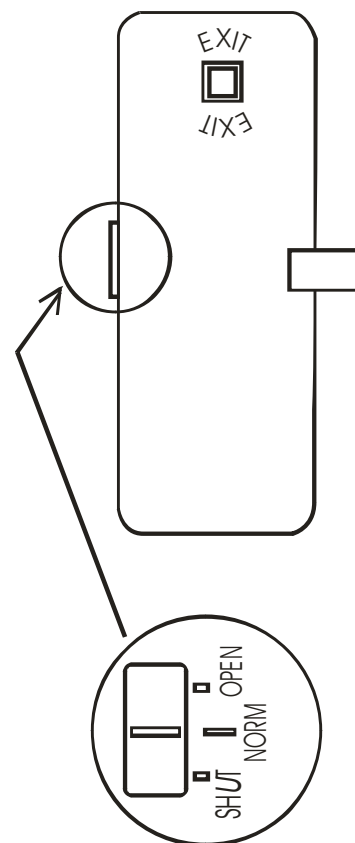

Рис. 5
- перевести замок в режим "День открытых дверей" и "Заперто изнутри"(рис. 5)
ВНИМАНИЕ ! Перевод замка в положение «SHUT» (заперто изнутри) возможно осуществить только изнутри и при закрытой двери (рис. 5).
Нажать кнопку "EXIT" (ВЫХОД) и в течение 2-х секунд открыть дверь (рис. 5). Если кнопка "EXIT" удерживается, то замок будет открыт, пока удерживается кнопка, и после отжатия кнопки - в течение 2* сек.
3.3. В замке предусмотрен переключатель режимов работы замка (рис. 5).